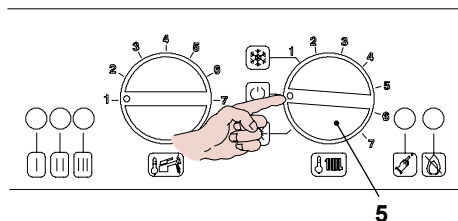

Figura 5.29
- Posizionare il selettore 5 come indicato in Figura 5.29 per uscire dalla programmazione.